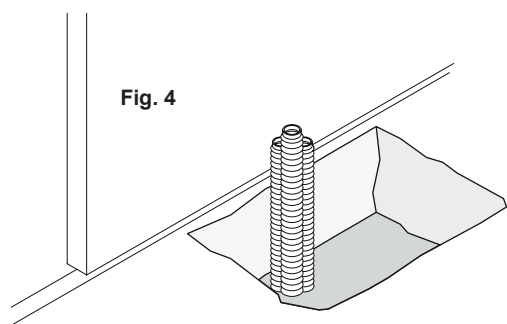

Fig. 4
- 2 - Préparer les tubes pour le passage des câbles électriques (voir "Préparation du circuit électrique"), en leur laissant une longueur supplémentaire de 30/40 cm (figure 4).